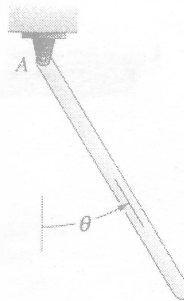

Figura 2
- I.4 Desplace la barra fuera de su posición de equilibrio, de tal manera que tenga con respecto a ésta (ver figura 2), un ángulo pequeño y pulse <Enter> en la opción <N>.
2. Establezca un sistema de referencia radial-transversal y obtenga las ecuaciones de movimiento. La suma de momentos con respecto al punto A (ver figura 2).